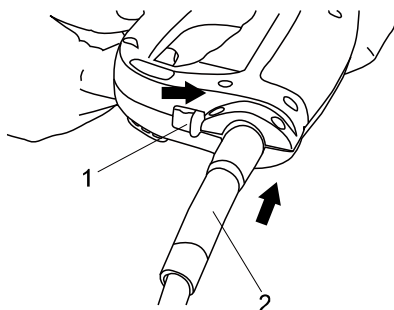

Рис. 7
2. Вставьте шланг высокого давления (2) в отверстие, расположенное в корпусе пистолета-распылителя, а затем зафиксируйте шланг, установив фиксатор в исходное положение. Потяните за шланг высокого давления, убедившись в надежности его крепления (Рис. 7).